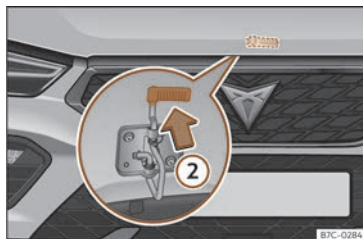

Fig. 198 Levier sous le capot.
- Pour soulever le capot moteur, appuyez vers le haut sur le levier situé au-dessous du capot >>> **fig. 198** ②. Le crochet de fixation est alors déverrouillé.